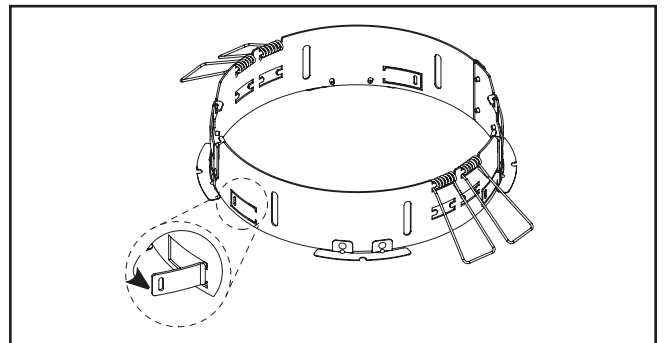

Figure 32.
6. Pour éviter un déplacement dans l'ouverture du boîtier/ plafond, utilisez un tournevis à tête plate pour dégager les 4 languettes de centrage sur l'assemblage d'anneaux Retrofit (Figure 32.).